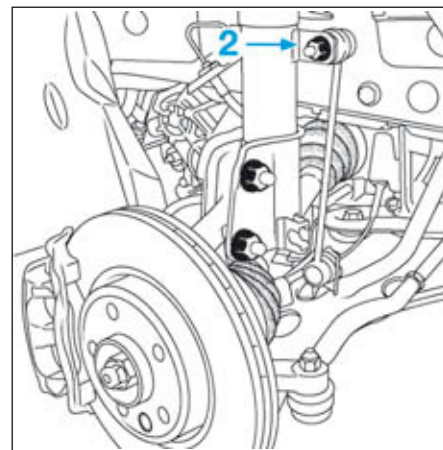

FIG.3
- Déposer les écrous supérieurs (2) (Fig.3) des biellettes de la barre stabilisatrice.